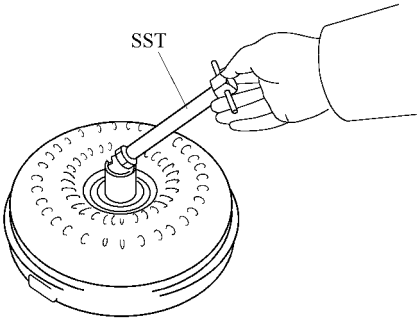

图 11-15 将变速器用工具插入单向离合器的内座圈中
- 1) 将变速器用工具插入单向离合器的内座圈中，如图 11-15 所示。